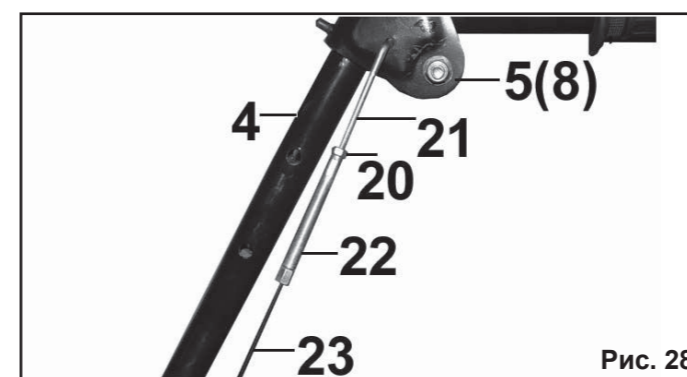

Рис. 28
9.5. Проверка натяжения тросиков привода шнека и колес (Рис.28).
9.6. Регулировка тросиков привода (Рис.28).